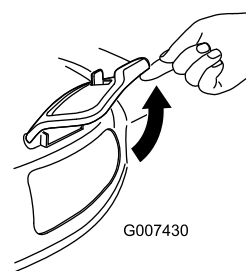

Figure 36
2. Lift open the side discharge door (Figure 36).